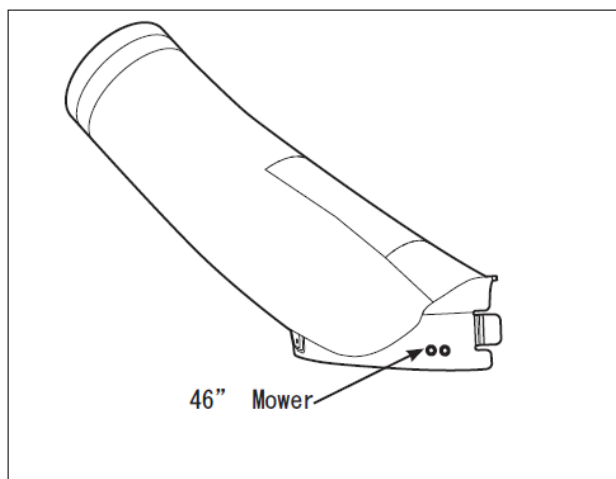

図 10
1. 図 10 に示されているように、掛け金を 46 “モア用の穴（後側の穴）に組み付けてください。